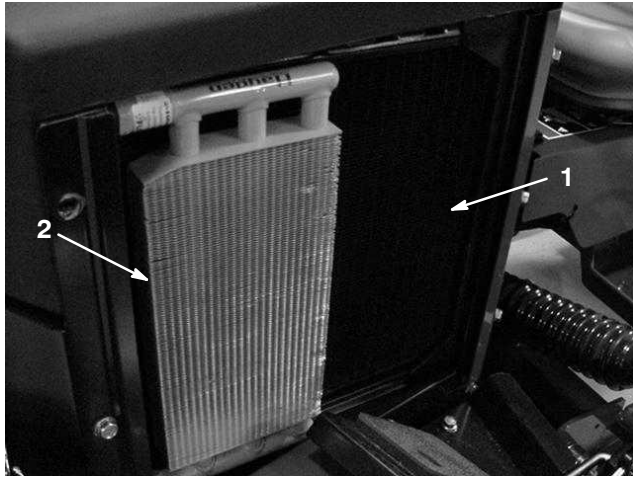

Figure 47
3. Nettoyez soigneusement le refroidisseur d'huile (Fig. 47) et enlevez les débris éventuellement accumulés autour des composants.